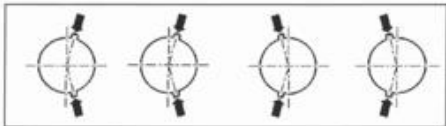

FIG. 9
- con una lima cuadrada adecuada (no más de 2mm de ancho), recortar las ranuras de posicionado de alojamiento de captador de sistema de ayuda al estacionamiento en el parachoques, tal como se indica (fig. 9).